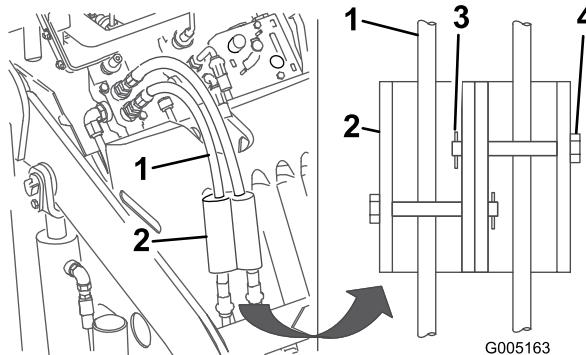

Рисунок 17
- Поместите замки гидроцилиндров на шланги и закрепите их шплинтуемыми штифтами и шплинтами (Рисунок 17).